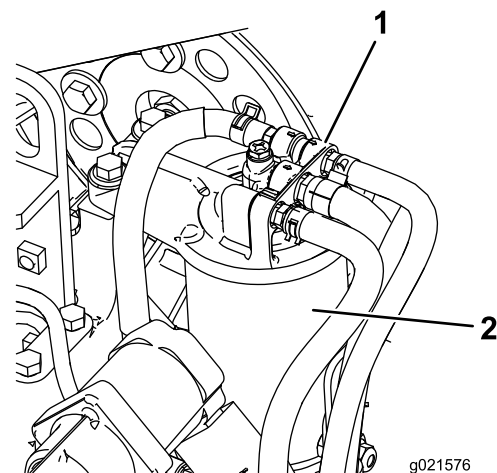

Figura 89
1. Limpie la zona alrededor de la cabeza del filtro de combustible (Figura 89).
2. Retire el filtro y limpie la superficie de montaje de la cabeza del filtro (Figura 89).